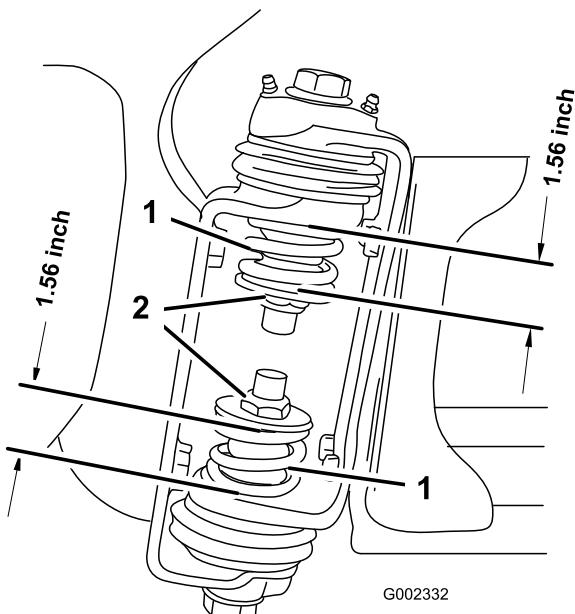

図 8
- ブームが開いた状態で、ブーム蝶番の部分で上部スプリングと下部スプリングの圧縮状態の長さを測定する(図 8)。